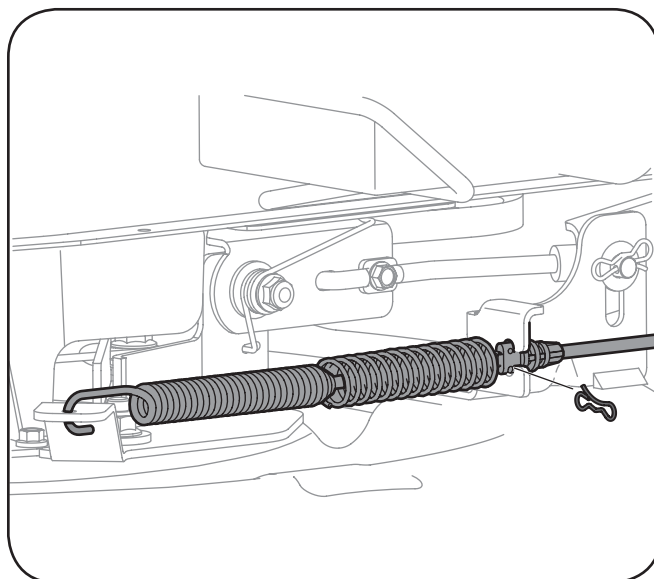

Figura 7-4
8. Retire con cuidado el cable de la toma de fuerza desde la parte trasera de la plataforma de corte mediante la eliminación de la chaveta de pajarita que lo sujeta. Retire el resorte del soporte de rodillo cubierta. Ver Figura 7-4.